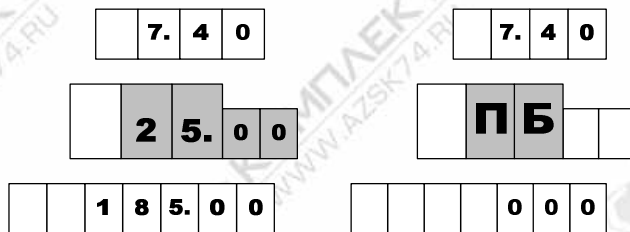

Рисунок 4
8.2 Для выдачи топлива необходимо задать дозу с системы управления. Когда устройство будет готово к отпуску топлива, в средней строке табло мигающими символами отобразится величина *заданной* дозы, а в случае отпуска "до полного бака" – символы "ПБ" (рисунок 4). Это дает клиенту удобный способ определить, когда можно начать заправку, а также убедиться, что задано именно то количество топлива, которое он заказывал. Для запуска налива необходимо снять раздаточный кран или подать команду "Пуск" с системы управления, после чего значения стоимости и объема на табло обнуляются. С этого пор на табло отображается *отпущенная* на текущий момент доза.